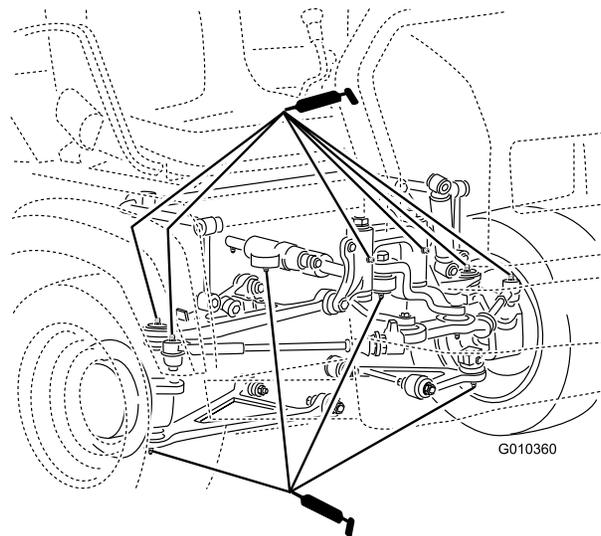

図 38
- ・ ボールジョイント (4)、タイロッド (2)、ピボットマウント (2)、ステアリングシリンダ (2) (図 38)